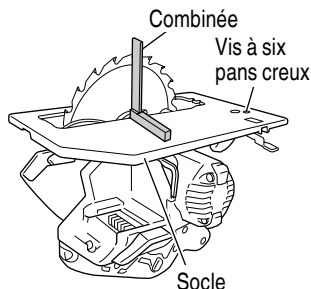

Fig. 37
6. Réglage du socle et de la lame de scie en vue de la perpendicularité (Fig. 37)
- (1) Retourner le socle (Fig. 37) et desserrer le levier (A).
- (2) Placer une équerre entre le socle et la lame de scie et déplacer la position du socle en tournant la vis à six pans creux avec une clé hexagonale de 3 mm de façon à obtenir un angle droit.